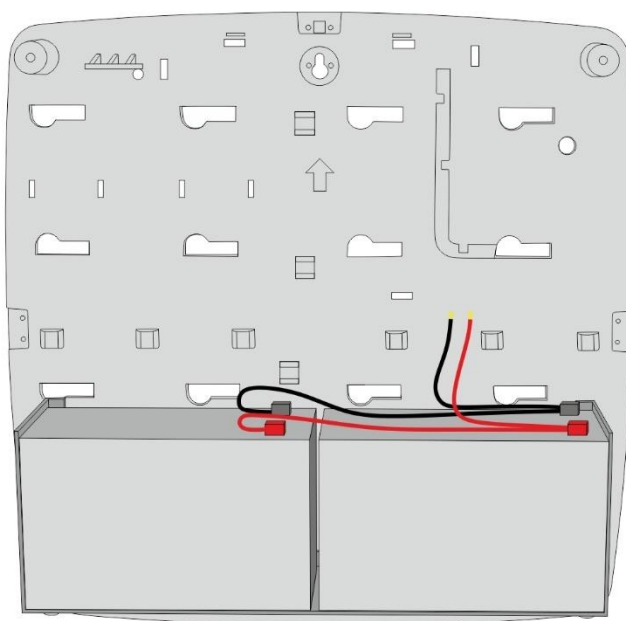

Fig. 2
- Collegare in serie le batterie avendo cura di rispettare la polarità dei morsetti (Fig. 2) e completare l'installazione della centrale